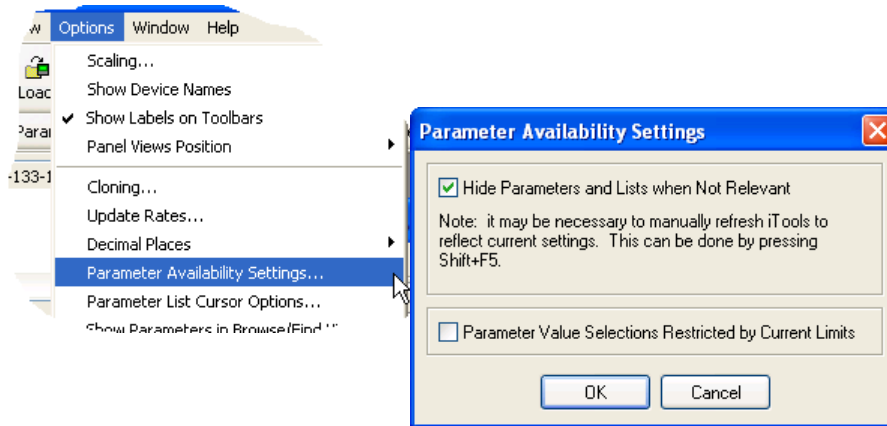

Abbildung 7.4.1b Parameter ein-/ausblenden
3. Ausgeblendete Parameter. In der Voreinstellung blendet iTools Parameter aus, die im aktuellen Kontext nicht relevant sind. Solche ausgeblendeten Parameter können in der Tabelle über die Einstellung 'Parameterverfügbarkeit' im Optionsmenü eingeblendet werden (Abbildung 7.4.1b). Derartige Einträge werden mit einem schattierten Hintergrund angezeigt.